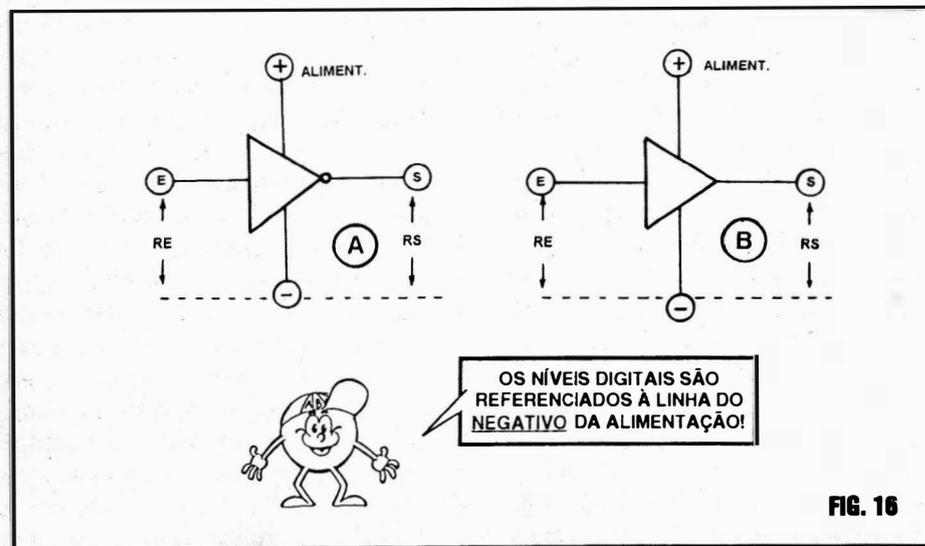

FIG. 16
- FIG. 16 - OS BLOCOS DIGITAIS INTEGRADOS PRECISAM DE ALIMENTAÇÃO... - Constituídos - como vimos - de componentes organizados em circuitos ou blocos específicos (feitos - por exemplo - com transistores...), obviamente que os blocos digitais precisam de energia para o seu funcionamento, na forma de uma Tensão de alimentação, e uma Corrente de "consumo"... Assim, normalmente nos esquemas o Leitor/"Aluno" encontrará, junto a alguns dos símbolos dos ditos blocos, as indicações